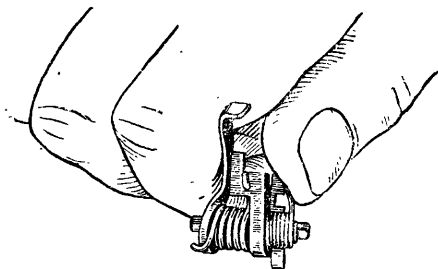
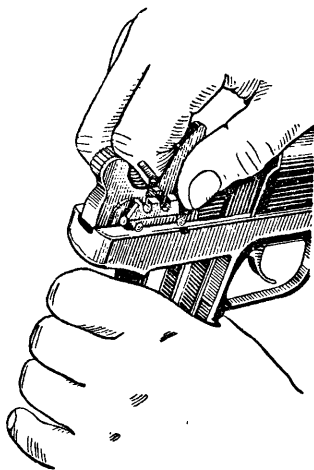

Рис. 20. Прием удержания шептала с затворной задержкой при сборке
Рис. 21. Присоединение шептала с затворной задержкой к рамке
6. **Присоединить шептало с затворной задержкой и разобщик к рамке.** Взять в левую руку шептало верхним пером к себе, правой рукой надеть на левую цапфу шептала затворную задержку отражателем вверх; слегка поджать затворную задержку указательным пальцем левой руки к пружине шептала так, чтобы левая цапфа вышла из отверстия затворной задержки. Большим пальцем правой руки взяться за верхнее перо шептала, а указательным пальцем этой же руки слегка поджать затворную задержку к пружине шептала (рис. 20) так, чтобы задержка вошла в проточку на оси шептала. После этого левой рукой взять пистолет за рукоятку, а правой рукой ввести левую цапфу шептала в цапфенное гнездо на левом выступе рамки (рис. 21).